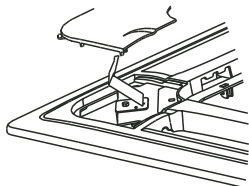

Рисунок 4-12
- Снимите монтажные заглушки с четырех углов решетки. Выверните болты, отсоедините заглушки и выньте их. (См. рис. 4-12).